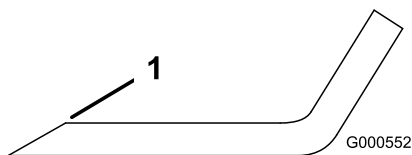

Figura 48
1. Affilate i taglienti da entrambe le estremità della lama con una lima (Figura 48).
**Nota:** Se la lama non è bilanciata, limate del metallo soltanto dalla costa (Figura 48).